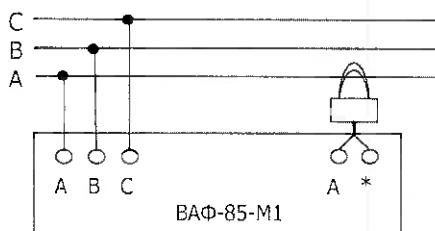

Рисунок 2 - Схема подключения прибора
6.5 Для измерения угла сдвига фаз по току предварительно установить совпадение **"нуля"** лимба с риской на планке, подключив прибор согласно схеме (**рисунок 2**), на каждом диапазоне измерений с клещевой приставкой.